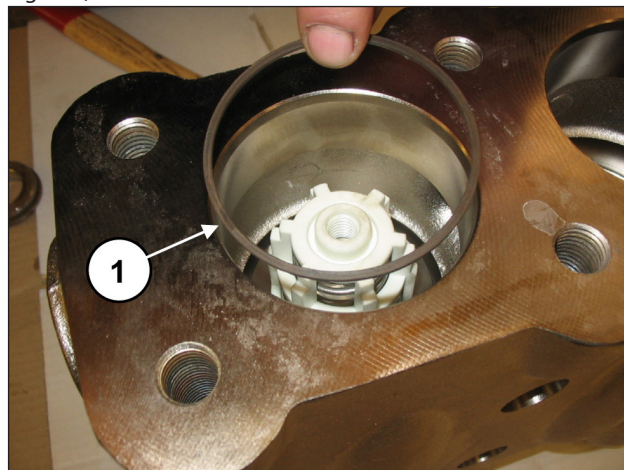

Fig. 120
Insira o anel anti-extrusão, pos. de explosão nº. 18 (pos. ①, Fig. 120).